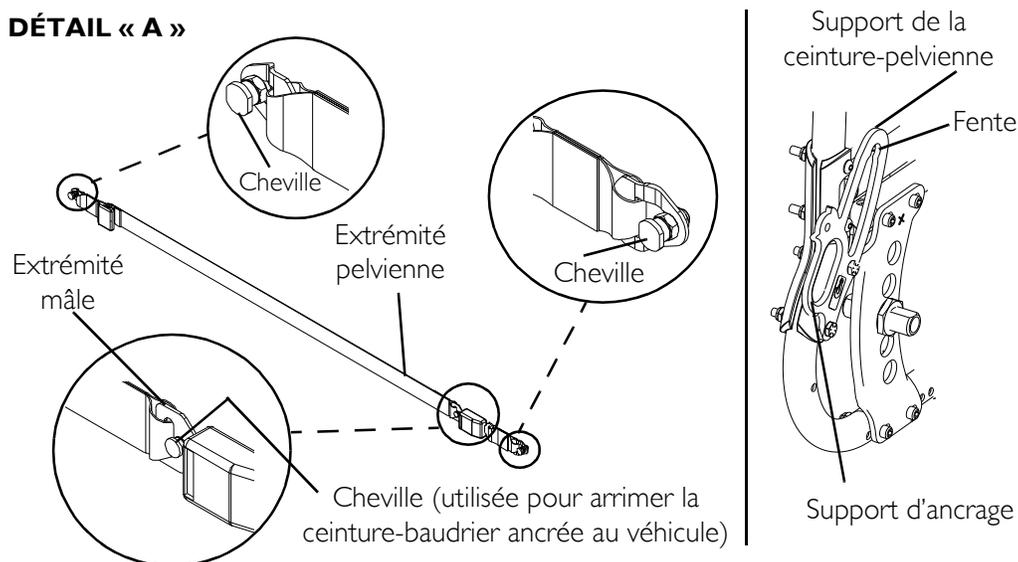

FIGURE 15.2 Ceintures ancrées au fauteuil roulant
REMARQUE : Pour cette procédure, veuillez consulter la FIGURE 15.2.
1. Installer la tige de la ceinture-pelvienne (Détail « A » de la FIGURE 15.2) dans la fente du support de la ceinture-pelvienne. Tirez vers le haut jusqu'à ce qu'elle se fixe en place.
REMARQUE : Notez la position de l'extrémité mâle de la ceinture lors de l'installation de la ceinture sous-abdominale sur les supports de la tige. L'extrémité mâle de la ceinture sous-abdominale (Détail « A » de la FIGURE 15.2) possède une cheville utilisée pour fixer la ceinture thoracique d'ancrage au véhicule.